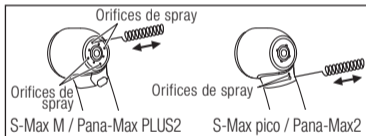

Fig. 32
- 1 Si les orifices de pulvérisation sont obstrués ou si le spray ne sort pas uniformément des orifices, nettoyez ces derniers (Fig. 32).